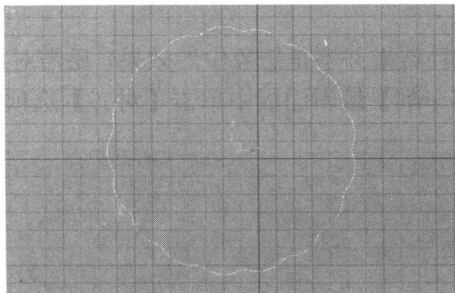

图 1-3-2 创建的星形
(2) 执行上一步操作后, 星形物体在顶视图中的效果如图 1-3-2 所示。